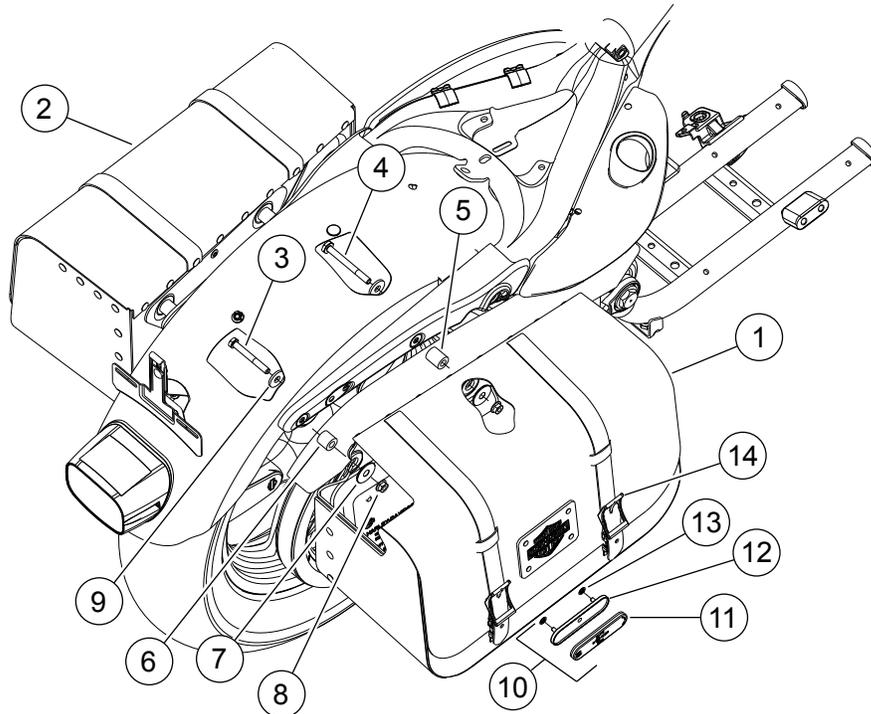

Figura 2. Piezas de servicio: Kit de alforjas Express Rider
Vea Figura 2 y Tabla 1.
6. Vea la Figura 2. Desde la parte inferior del guardabarros, instale el tornillo (3) y la arandela (9) del kit a través del agujero del guardabarros trasero y el tornillo (4) y la arandela (9) a través del agujero delantero del guardabarros y dentro del soporte del guardabarros y la cubierta, de donde se extrajeron los dos tornillos con cabeza de botón en el paso 4.
7. Instale el espaciador corto (6) en el perno trasero y el espaciador largo (5) en el perno delantero.
9. Enrosque las arandelas tipo "sombbrero de copa" (7) y las tuercas de seguridad con reborde (8) en los pernos en el interior de la alforja. Asegúrese de que el diámetro más pequeño de la arandela tipo "sombbrero de copa" esté insertado en el portaequipaje de plástico de la alforja. Ajuste ambas tuercas de seguridad con reborde a 33–37 N·m (24–27 ft-lbs).
2. Vea Figura 2. Coloque el soporte del reflector (12) en la alforja.
5. Con agua jabonosa, limpie la superficie de montaje del reflector en el soporte del reflector (12).
7. Quite el respaldo del adhesivo en el reflector (11) e instale en el soporte (12).
9. Instale el soporte del reflector (12) en la alforja usando dos tuercas de empuje (13).